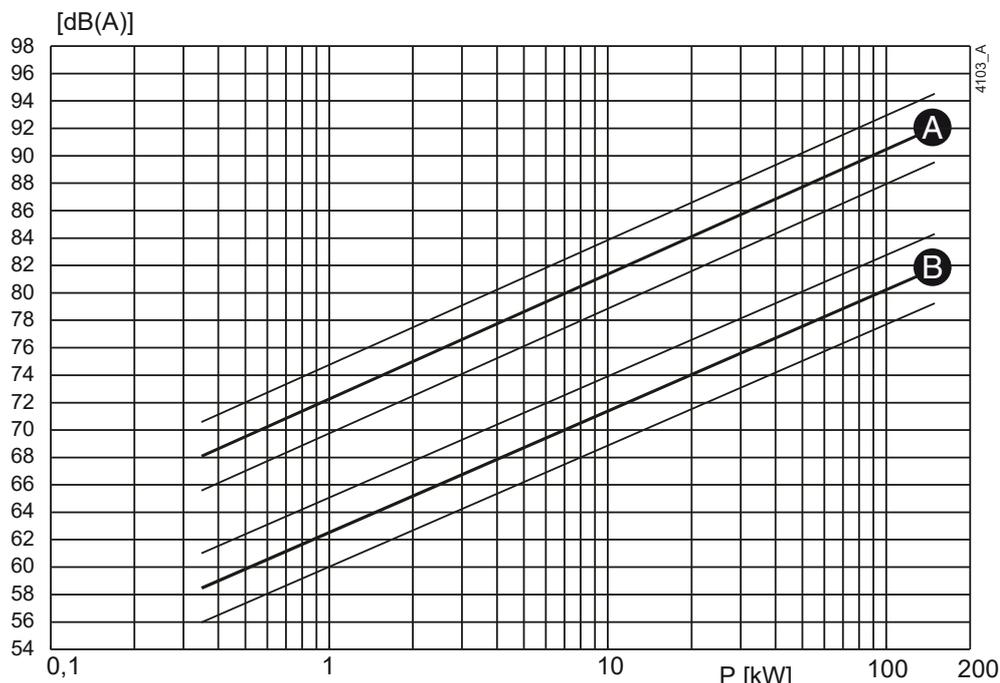
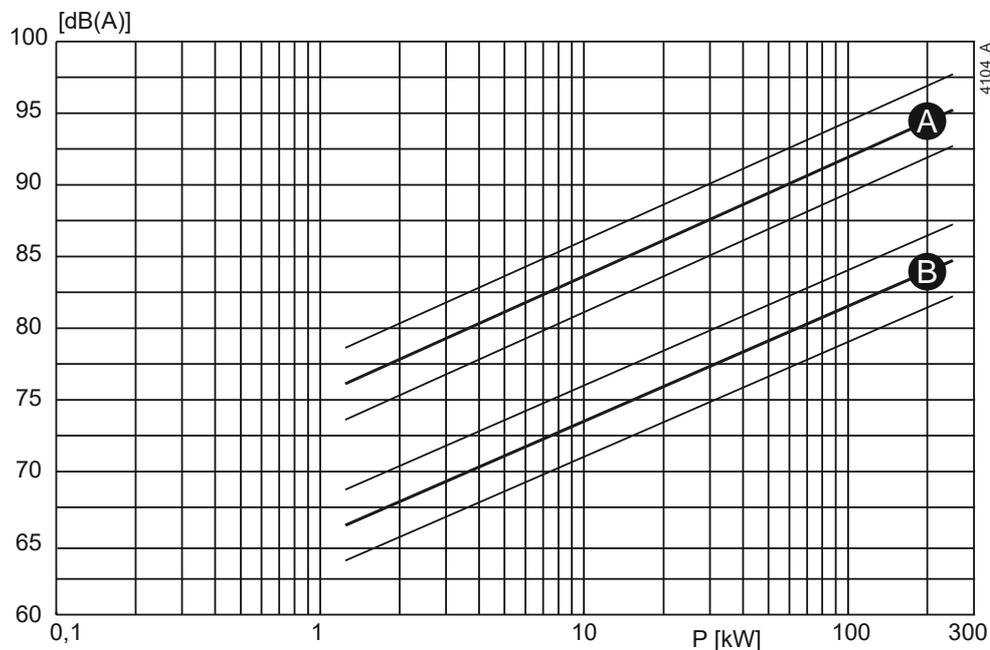

Figure 40: Niveau sonore en fonction de la puissance de la pompe [kW] à 1450 min^{-1} .
Figure 41: Niveau sonore en fonction de la puissance de la pompe [kW] à 2900 min^{-1} .
- 1 Déterminez le niveau sonore (L_1) de la pompe, voir figure 40 ou figure 41.